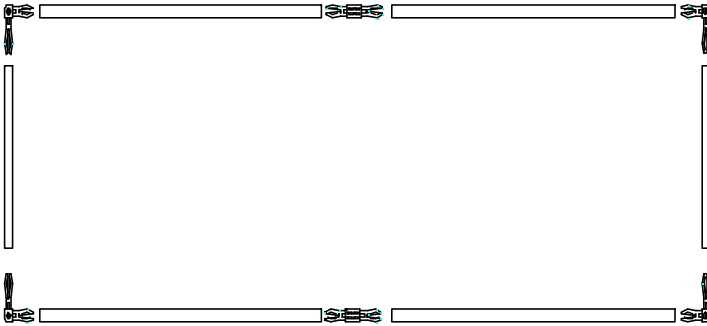

Abbildung 12: Aufbau des Rahmens 305 mm x 1220 mm
- 1 Montieren Sie einen Trägerrahmen 305 mm x 1220 mm, wie in Abbildung 12 dargestellt, mit Hilfe von vier Aluminium-Rohrstücken